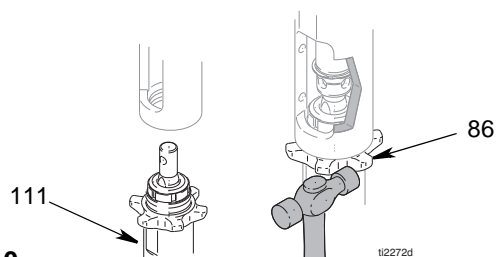

FIG. 10
1. (Fig. 10). Skruva ner låsmuttern (86) helt på pumpgängorna (111). Skruva i pumpen (111) helt i röret. Skruva ut pumpen (111) ur röret tills pumputloppet riktas mot slangens. Dra åt låsmuttern (86) med handkraft och knacka sedan ett åttondels till ett kvarts varv med en hammare eller dra åt till moment 101 N·m.